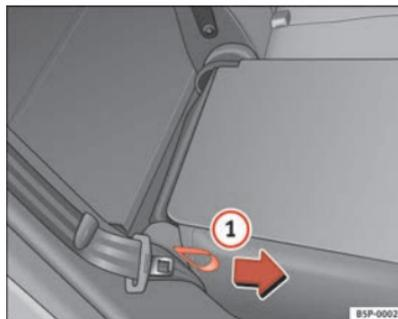

Fig. 99 Rebater ou levantar o encosto do banco traseiro
- Puxar a pega lateral do banco ⇒ página 145, fig. 99 ① no sentido da seta e levantar o encosto até que encaixe.